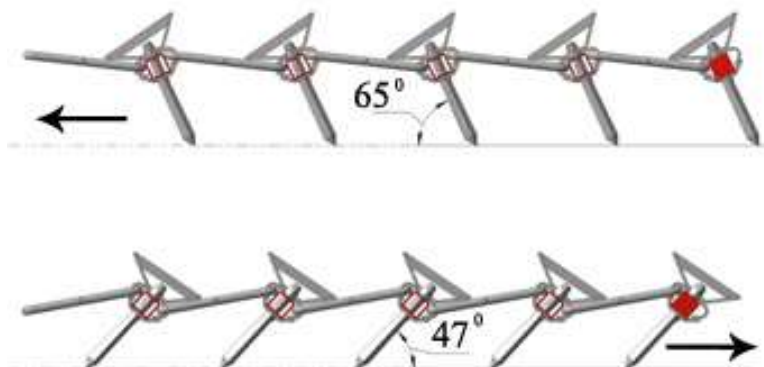

Рисунок 9 – Наклон зубьев к почве
3.11 Также имеется возможность установки полотен в два положения с разными углами наклона зуба к почве (рис. 9).